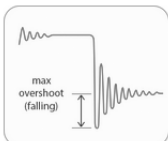

图 9-34 信号下降沿的过冲约束规则
- “Overshoot – Falling Edge” (信号下降沿的过冲约束规则)：如图 9-34 所示为该项设置示意图。